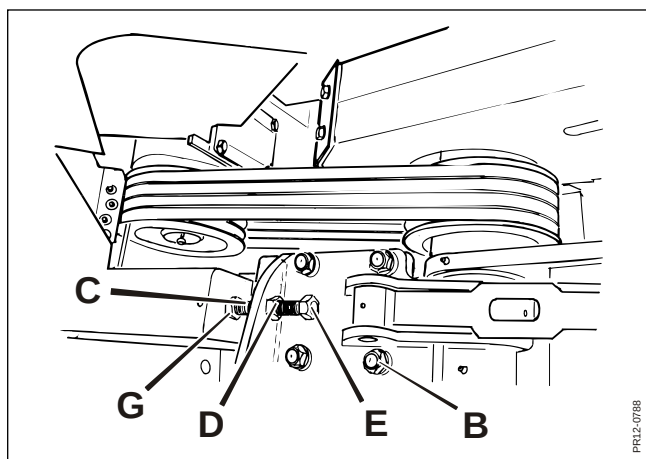

Fig. 5-3
Fig. 5-3: Kileremmen i det andet remtræk løsnes ved først at løsne de fire møtrikker (B) hver 2-3 omdrejninger. Møtrikken (C) løsnes, og møtrikken (D) drejes med uret, så den trækker remskiverne tættere på hinanden. Vær opmærksom på, at skruen (E) ikke roterer med. Spænd om nødvendigt kontramøtrikken (G). Når remskiverne er tilstrækkelig tæt på hinanden, tages kileremmen af, og et nyt sæt monteres. Sørg for, at remskiverne er så tæt på hinanden, at remmen let og uden tvang kan lægges omkring begge remskiver.